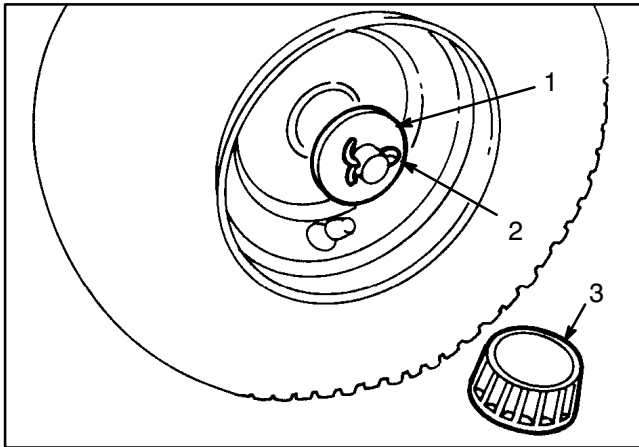

Figure 1
2. Monter la rondelle plate sur l'essieu, insérer la clavette et ouvrir les extrémités de celle-ci à l'aide d'une pince (Fig. 1).